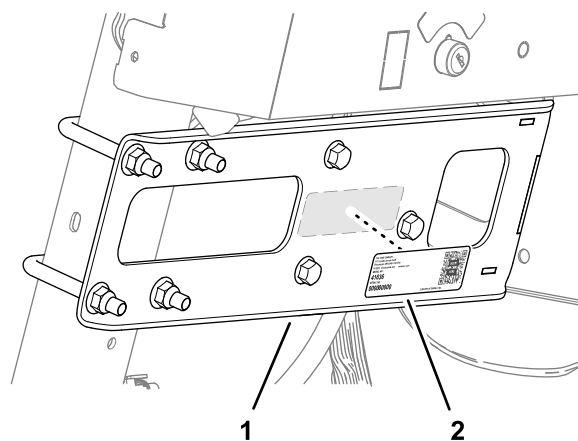

**Figura 76**
- Monte ligeiramente a base do coletor no tubo de suporte do painel de instrumentos (Figura 76) com 2 cavilhas em U ( $\frac{3}{8}$  pol.) e 4 porcas de bloqueio flangeadas ( $\frac{3}{8}$  pol.).